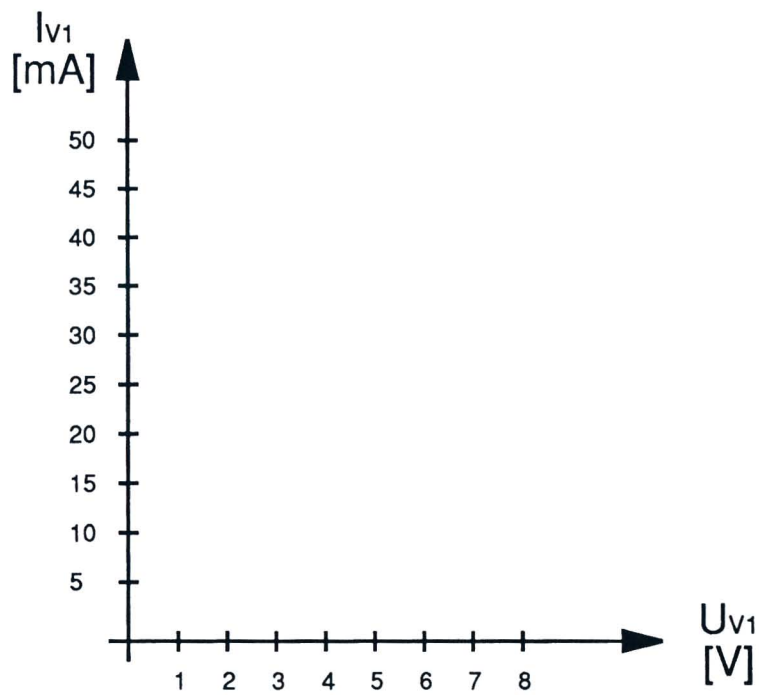

Fig. 6.4
- 12) Representar la curva de la característica del diodo Zener en la Fig. 6.4.